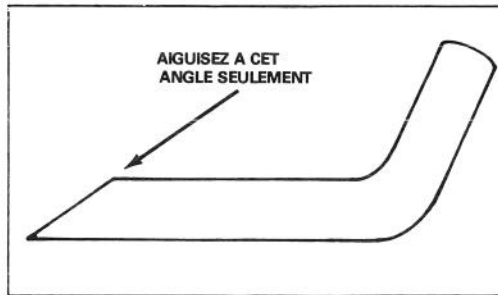

Figure 17
6. AIGUISAGE DE LA LAME — A l'aide d'une lime, aiguisiez le haut de la lame en maintenant l'angle de coupe initial (Fig. 17). La lame restera équilibrée si vous enlevez la même quantité de métal des deux extrémités de la lame.